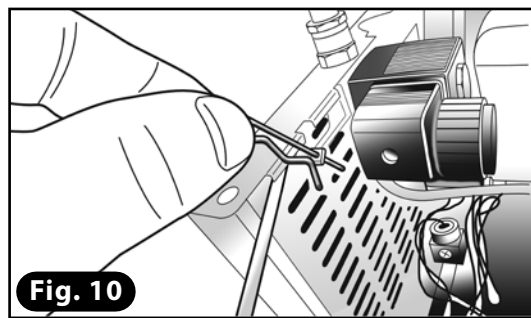

Fig. 10
- 9) Couper les morceaux de la résistance en excès avec des pinces (**Fig. 10**).
- 16) Enlever le clip de sécurité placé sur la barre de soutien de la carcasse en maintenant la carcasse de l'autre main (**Fig. 10**).